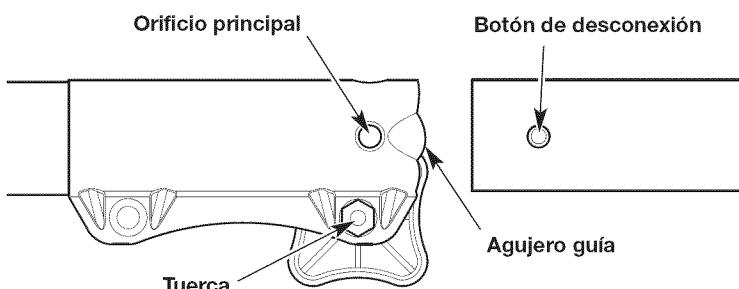

Fig. 4
- Alinee el botón de liberación con el embutimiento de la guía (Fig. 4).
- Presione el accesorio directamente dentro del acoplador hasta que el botón de liberación encaje a presión firmemente del orificio principal (Fig. 4).
NOTA: No ajuste demasiado la tuerca (Fig. 4).
- Oprima y mantenga apretado el botón de liberación (Fig. 4).